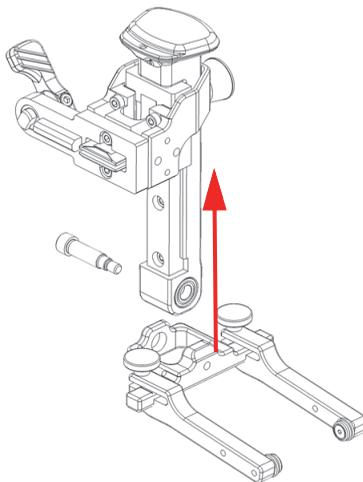

Figure 2-23 Glissement du rail du bras à ressort à l'extérieur de l'axe rotatif de la fourche
5. Faites glisser le rail du bras à ressort à l'extérieur de l'axe rotatif de la fourche (Figure 2-23 à la page 53).